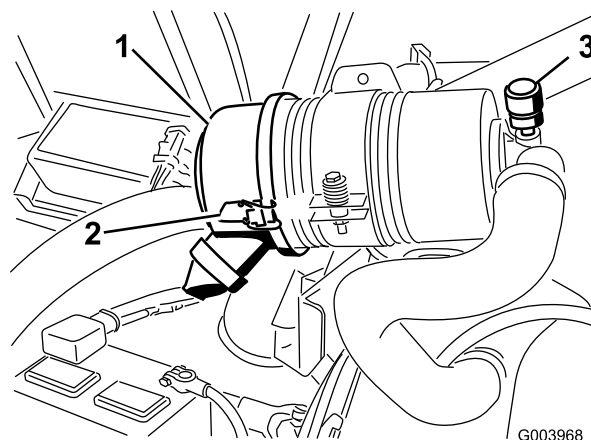

Figura 35
Revise el filtro del limpiador de aire únicamente cuando el indicador de mantenimiento (Figura 35) lo requiera. El cambiar el filtro antes de que sea necesario sólo aumenta la posibilidad de que entre suciedad en el motor al retirar el filtro.
1. Abra los enganches que fijan la tapa del limpiador de aire a la carcasa del limpiador de aire (Figura 35).